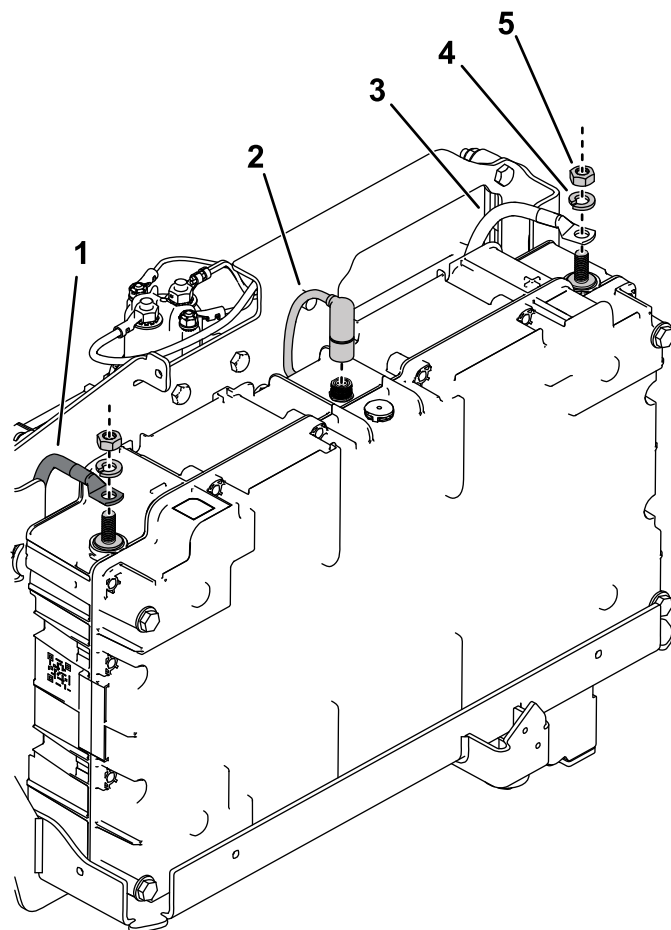

Figura 9
4. Conectai cablul controlerului la conectorul din partea de sus a bateriei (Figura 9).
5. Conectai cablul pozitiv (rou) la borna pozitivă (+) a bateriei i fixai-l cu o aibă de blocare i o piuliă hexagonală, aa cum se arată în Figura 9; strângeți piuliă hexagonală la 9 Nm (6,6 ft-lb).
6. Conectai cablul negativ (negru) la borna negativă (-) a bateriei i fixai-l cu o aibă de blocare i o piuliă hexagonală, aa cum se arată în Figura 9; strângeți piuliă hexagonală la 9 Nm (6,6 ft-lb).